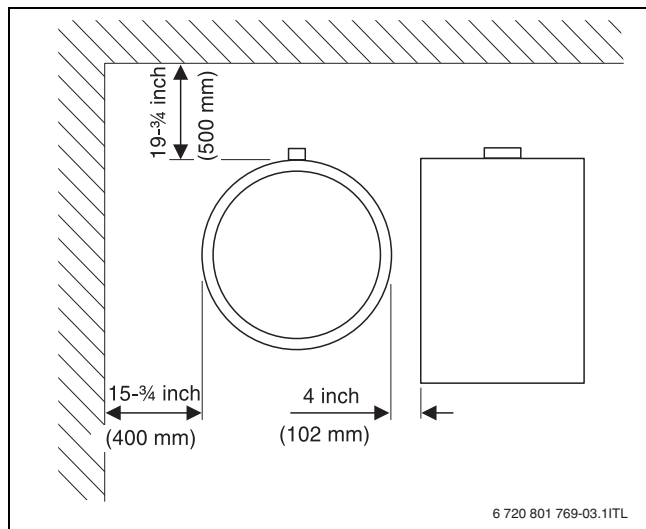

Fig. 6 Distances minimales recommandées par rapport aux murs
- ▶ Tenir compte de la hauteur minimale du local (→ tabl. 6, page 40) et des distances minimales par rapport aux murs (→ fig. 6).